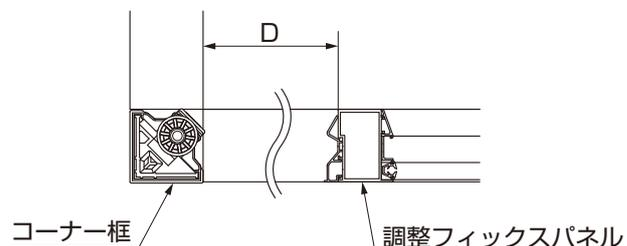
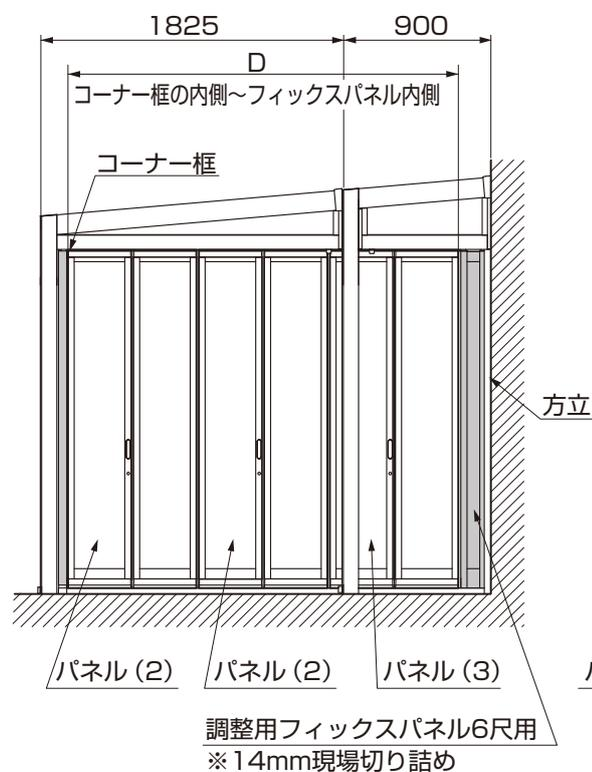
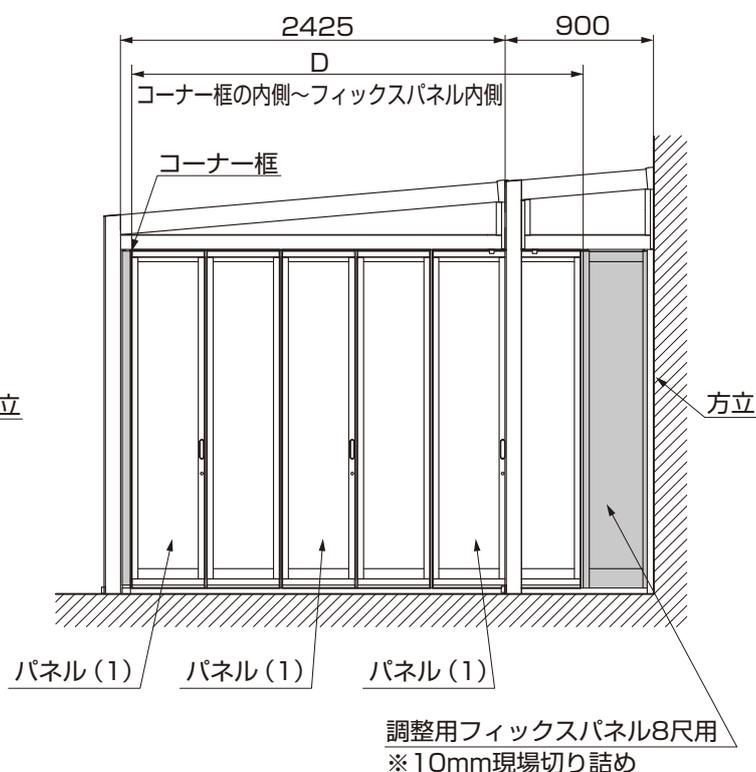

図30-1
図30-2 6尺+3尺の場合
図30-3 8尺+3尺の場合
- ① コーナー枠の内側～フィックスパネルの内側を表30-1の寸法Dになるようにフィックスパネルの位置および寸法で調整してください。(図30-1、図30-2、図30-3参照)
- ② フィックスパネルと方立を本体編 (E273) 中の【44-1】で固定してください。